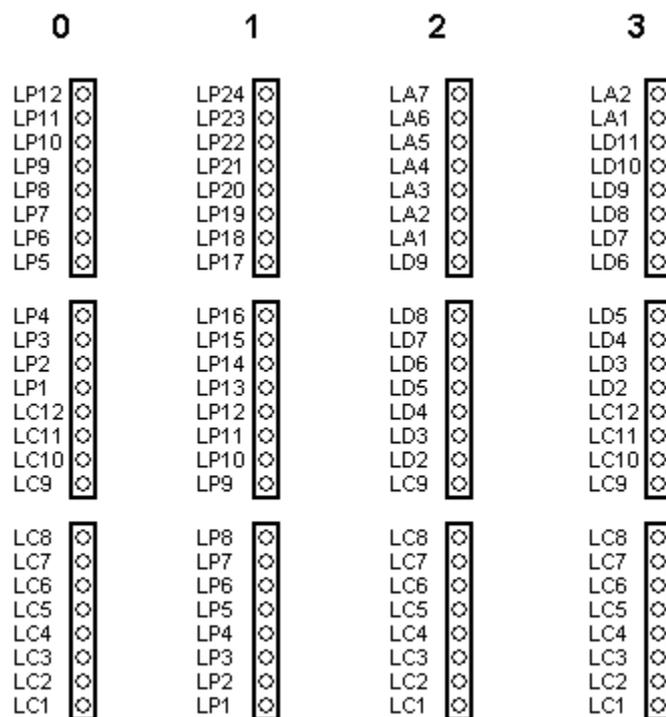

Figura 52
- Configuração dos terminais de chamadas (Tabela 3). A Figura 52 mostra a configuração dos terminais de entrada e saída para as configurações no padrão “uma chamada por fio” (ID = 0 a 3). Para ver a descrição de outras configurações ver “Conexão das chamadas” del capítulo “INSTALACIÓN”)